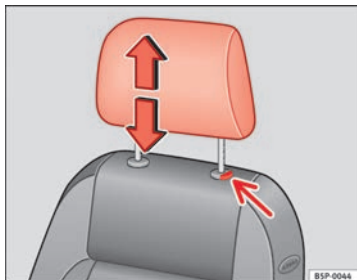

Abb. 71 Kopfstütze einstellen oder ausbauen
- Drücken Sie die Taste ⇒ Abb. 71 (Pfeil).